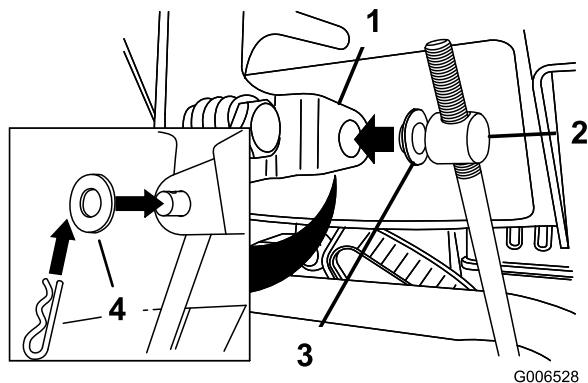

Figure 5
3. Placez une rondelle plate sur le tourillon (Figure 5).
6. Tirez la tige de commande de vitesse et insérez le tourillon dans le trou du levier sélecteur de vitesses (Figure 5).